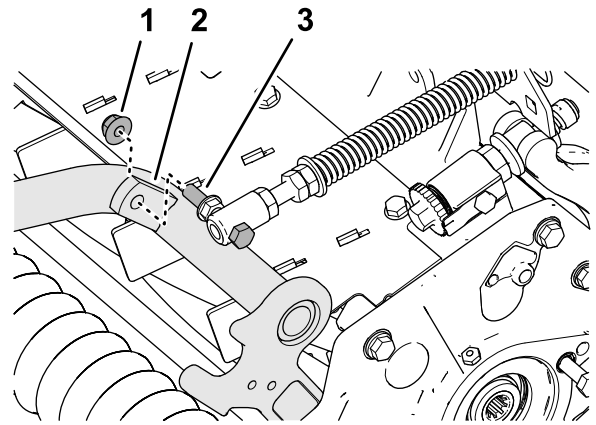

**Figura 18**
3. Retire la contratuerca con arandela prensada ( $\frac{3}{8}$ " ) que fija el tornillo del muelle de compensación del césped a la pestaña derecha del bastidor de tiro, y retire el muelle de compensación de la unidad de corte (Figura 18).